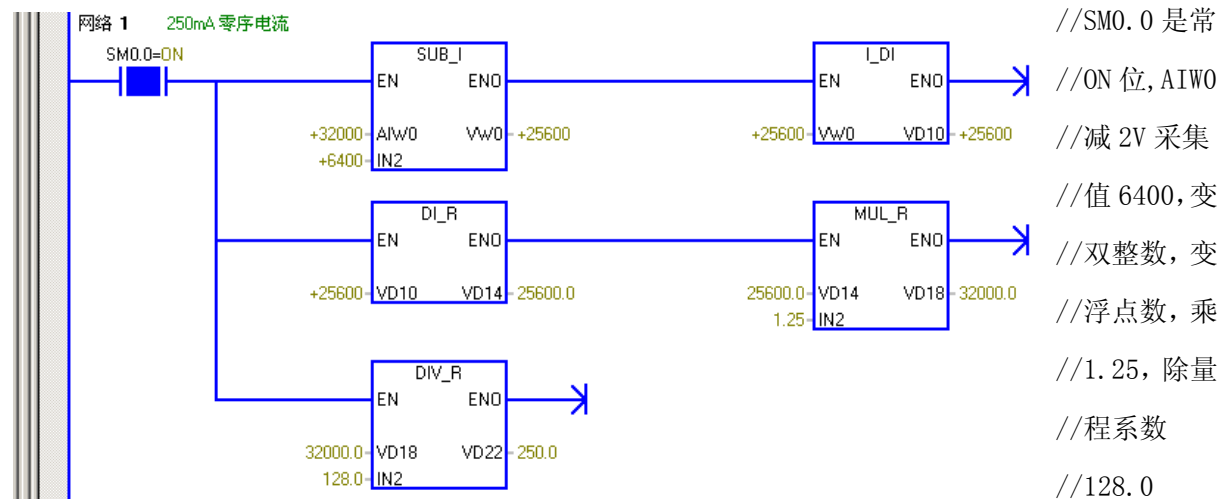

图 13 250mA 零序电流梯形图
图 13 是 250mA 零序电流梯形图, 在零序电流 4-20mA 输出信号的正极与 GND 间并联 1 只 500Ω (误差是千分之一的) 电阻, 就将 4-20mA 模拟量输出信号变为 2-10V 模拟量输出信号, 将这 2-10V 模拟量接到 S7-224XP 的第 1 个模拟量输入通道, 地址是 AIW0, 再按公式 (3) 进行的计算编梯形图程序。